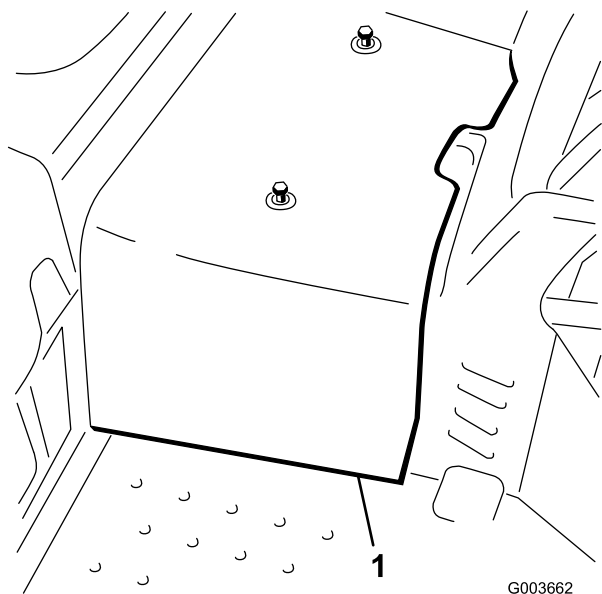

Figura 3
6. Scollegare e rimuovere la copertura centrale dal telaio (Figura 3).